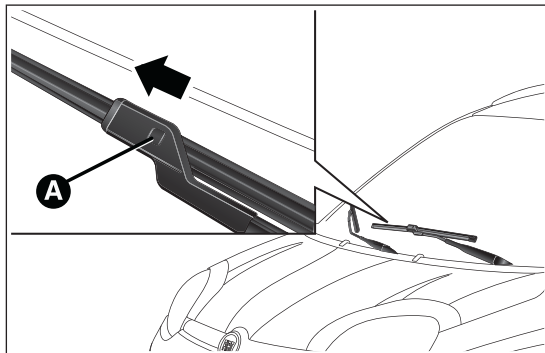

fig. 158
- ☐ levantar el brazo del limpiaparabrisas, pulsar la lengüeta A fig. 158 del muelle de enganche y extraer la escobilla del brazo;